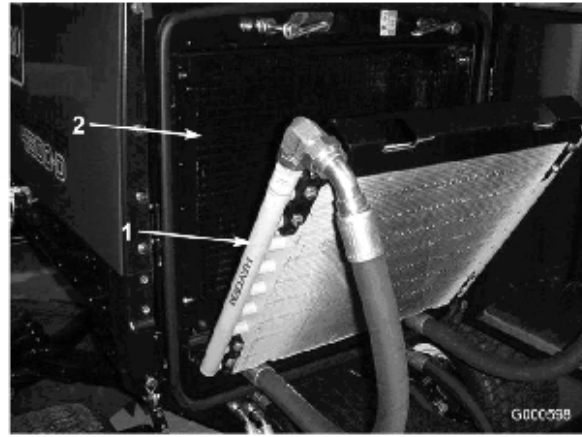

図 50
3. クーラを後ろに傾ける。オイル・クーラとラジエーターの裏表を (図 50) 圧縮空気で丁寧に清掃する。